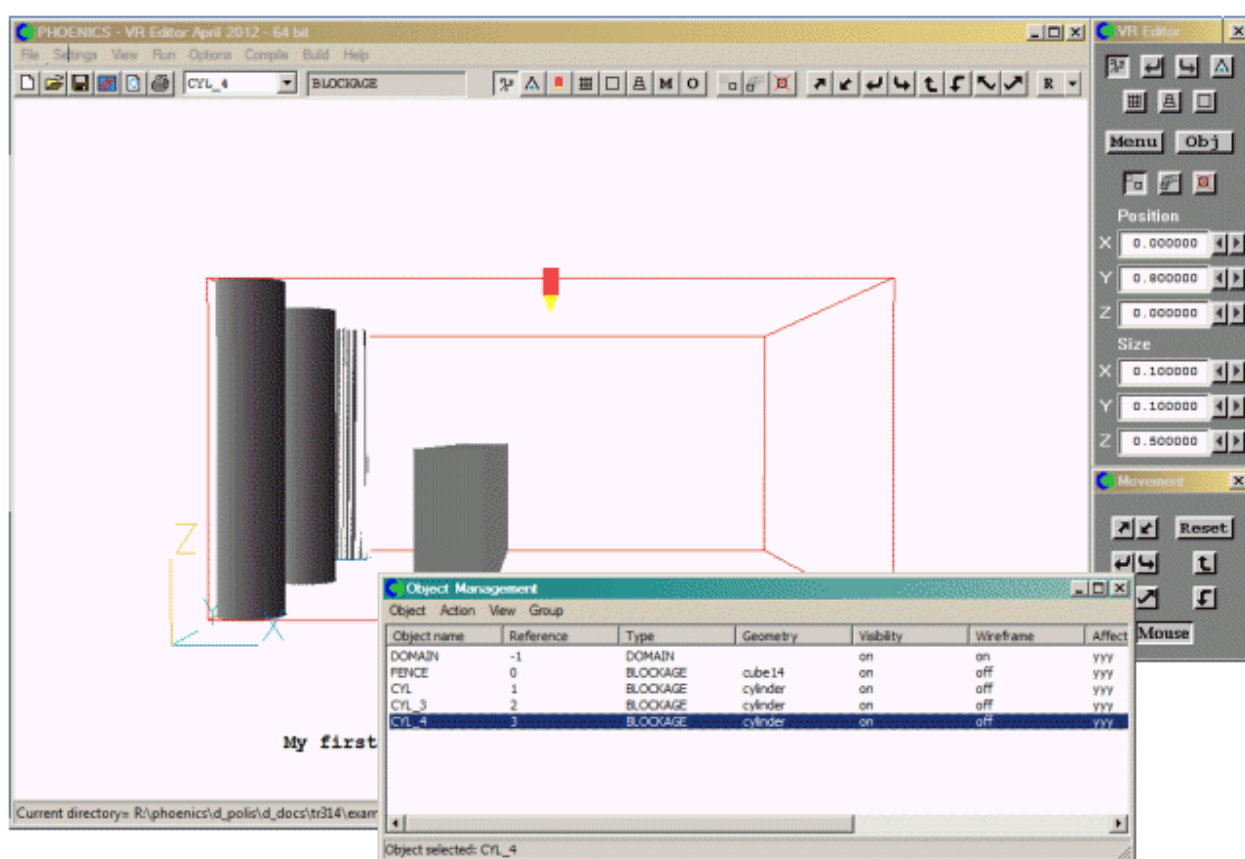

Рис. 12. Три цилиндрических объекта.
- Выделяем мышью объекты CYL, CYL 3 и CYL_4. Делается это с помощью зажатой клавиши Shift. См. рисунок 12а:
Рис. 12а. Сгруппированные три цилиндра.